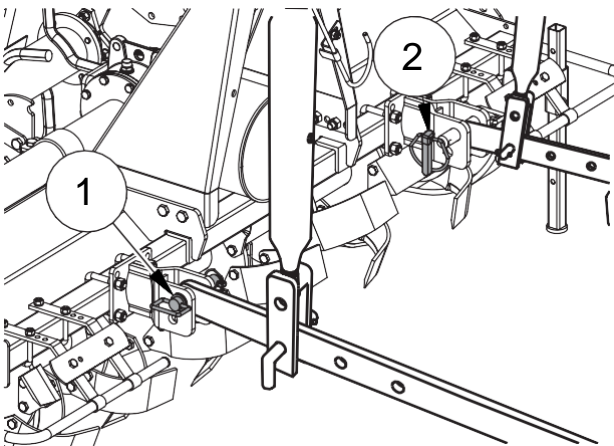

FIG. 14
- Flytta traktorns dragarmar till maskinens undre fästen ("fig. 14"). Skjut in fästbultarna (1). Säkra bultarna med låssprintarna (2) som ingår som standardutrustning.